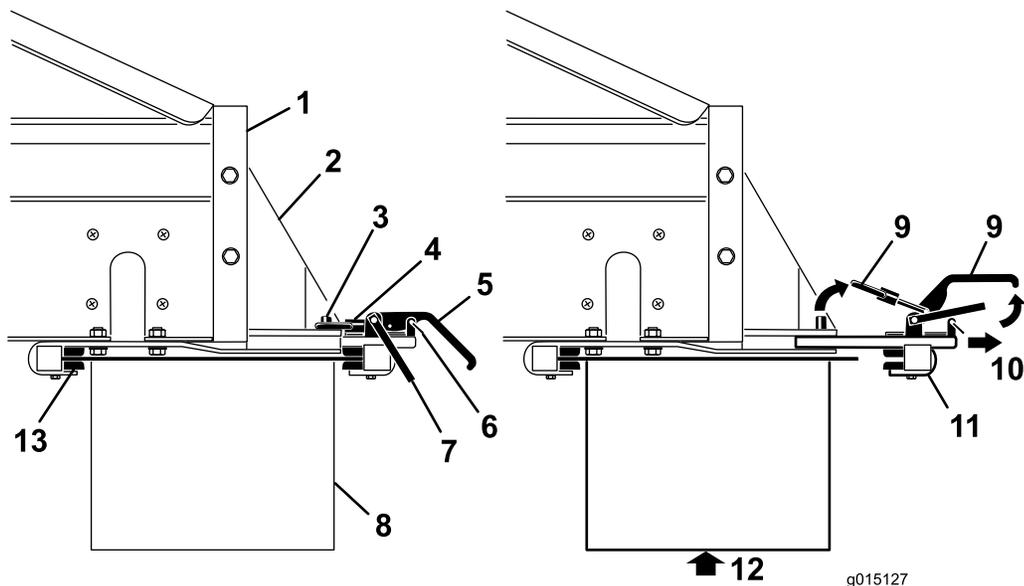

图37
3. 卸下锁紧手柄（图37）上的安全闩夹。
4. 提起安全闩，然后提起附件连接锁紧手柄，再从锁销中放开锁环（图37）。
5. 将后部的附件连接锁紧组件滑出快速连接槽（图37）。
6. 在他人协助下，将位于 MH-400 后部的上下交叉输送机/转盘的前端插入固定架前部的锁紧装置(图37)。
7. 在为交叉输送机/转盘提供支撑的同时，将后部附件连接锁紧组件滑入支架的槽内，并位于尾端上方(图37)。
9. 将安全门夹装回锁紧手柄（图37）。